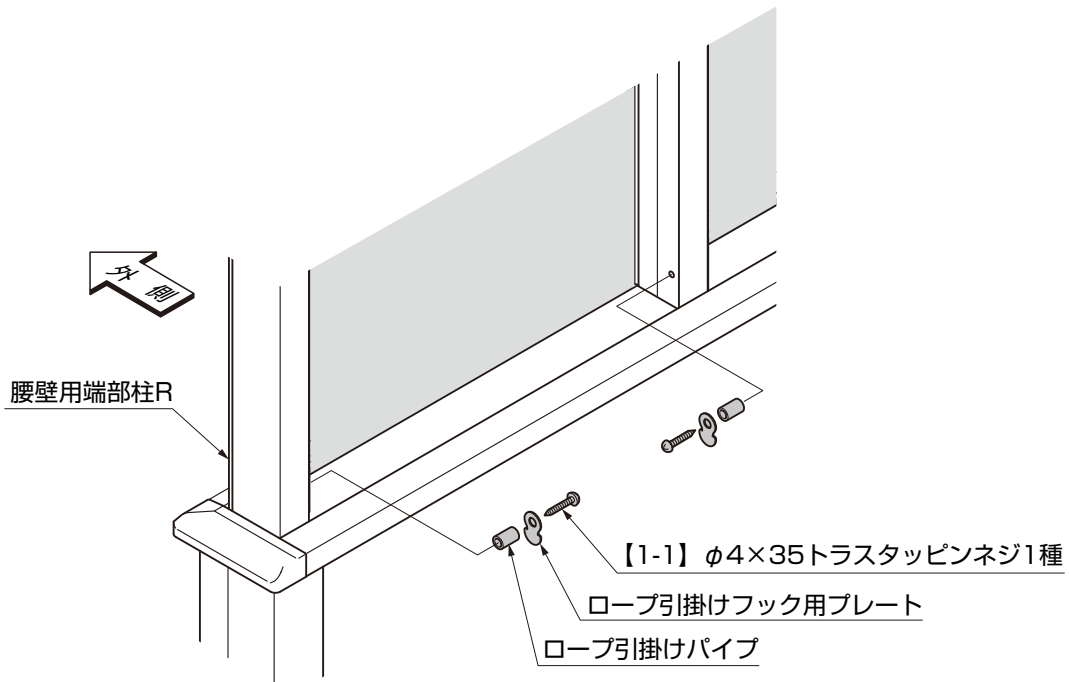

図3-6
- ② ロープ引掛けパイプ、ロープ引掛けフック用プレートを柱に、【1-1】で取付けてください。(図3-6参照)